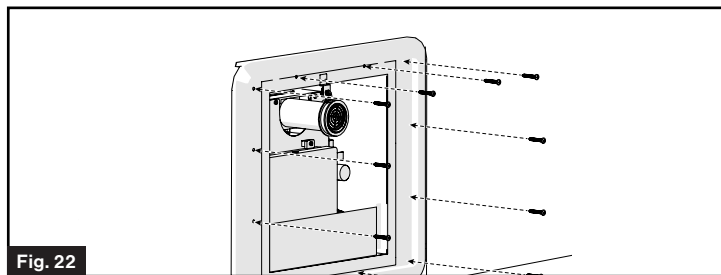

Fig. 22
2. Fixez la bride au véhicule à l'aide de 12 vis à tête cylindrique #8 (min 1 po) (non fournies) à travers chaque trou sur le périmètre. Vérifiez si le joint est étanche entre la paroi latérale et la bride. (Fig. 22)